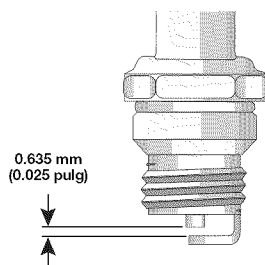

Fig. 22
4. Cambie las bujías que estén rajadas, sucias o deterioradas. Fije la separación de aire a 0,635 mm (0,025 pulg.) utilizando un calibrador (Fig. 22).